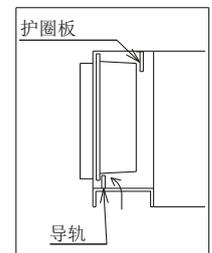

图 6
- (3) 将过滤网沿着导轨向上推。(图6)
- (4) 将步骤(1)中拆下的底板装回原位完成安装。